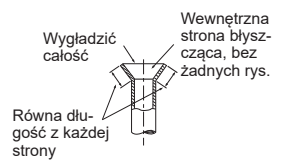

Fig. 6
- Porównać kielichowanie z Fig. 6.